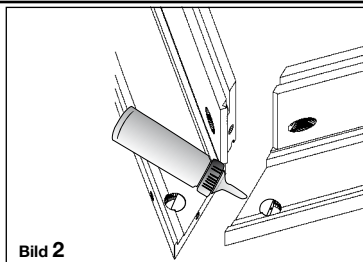

Bild 2
2. Gehrungsfläche bei der Falzverkleidung beleimen, beim Futterquerteil nur Leimpunkte im Fräsfalz. (siehe Bild 2 / 2a). Bei bombierten Verkleidungen (FZ-9R) siehe Rückseite.